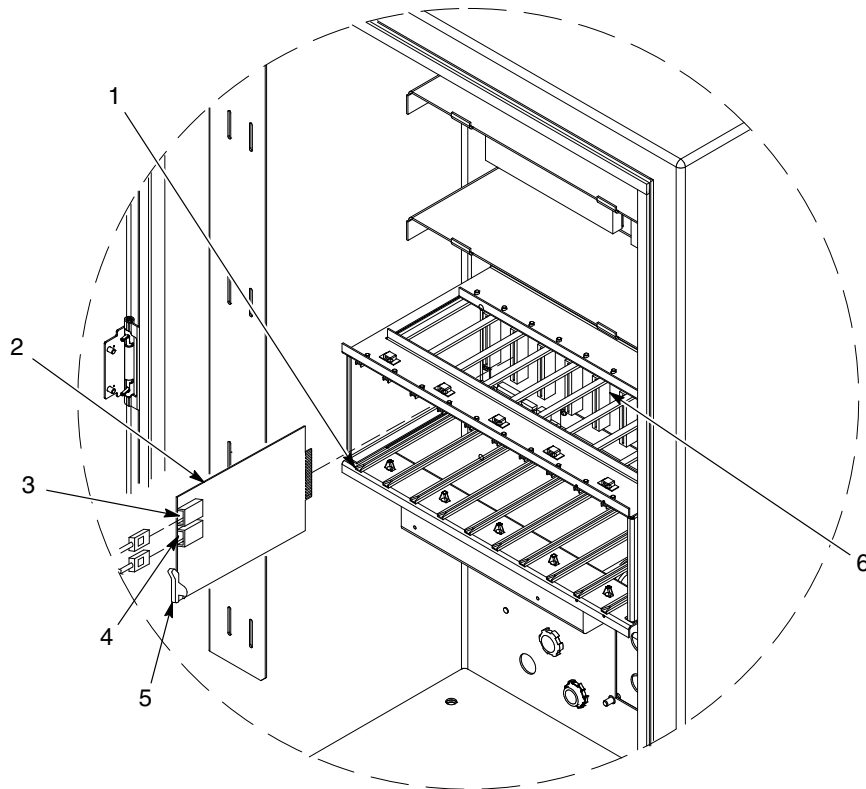

Figura 5-3 Sustitución de la tarjeta para el control de pistola
Ver la figura 5-3. Las tarjetas para el control de pistolas (2) están instaladas en la caja para tarjetas de izquierda a derecha. Cada tarjeta controla dos pistolas: El receptáculo inferior en la tarjeta es el número impar de pistola; el receptáculo superior es el número par de pistola.